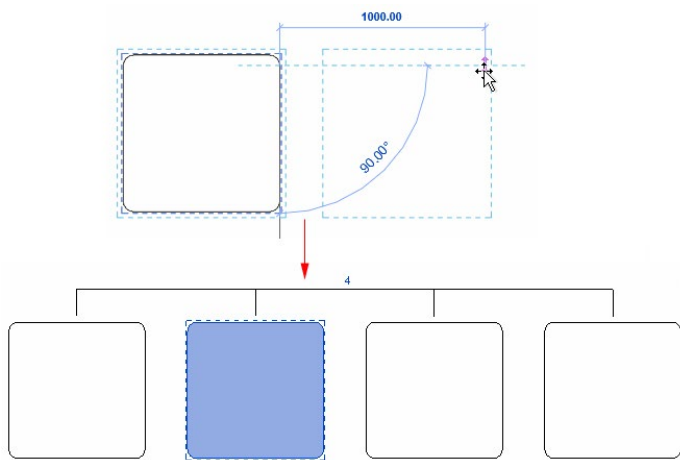

图 2-57 设置第二个成员间距
- 第二个：指定阵列每个成员之间的间距，如图 2-57 所示。